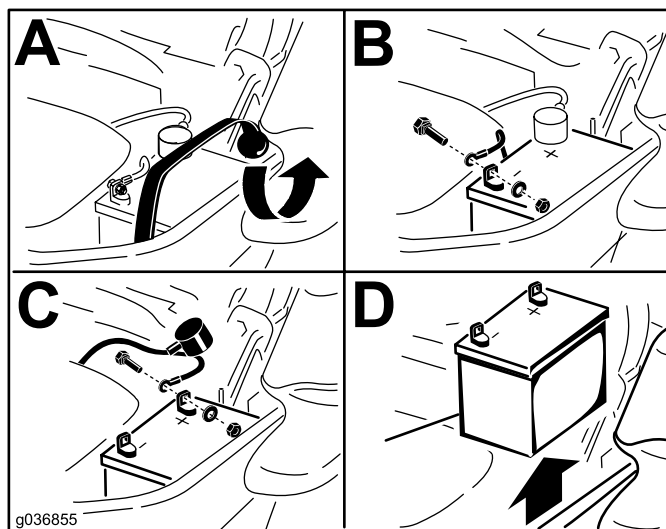

Figure 51
3. Retirez la batterie, comme montré à la Figure 51.
1. Placez la batterie dans son support en tournant les bornes à l'opposé du réservoir hydraulique (Figure 51).
4. Fixez les câbles avec 2 boulons, 2 rondelles et 2 contre-écrous (Figure 51).
6. Fixez la batterie en place à l'aide de la sangle en caoutchouc (Figure 51).